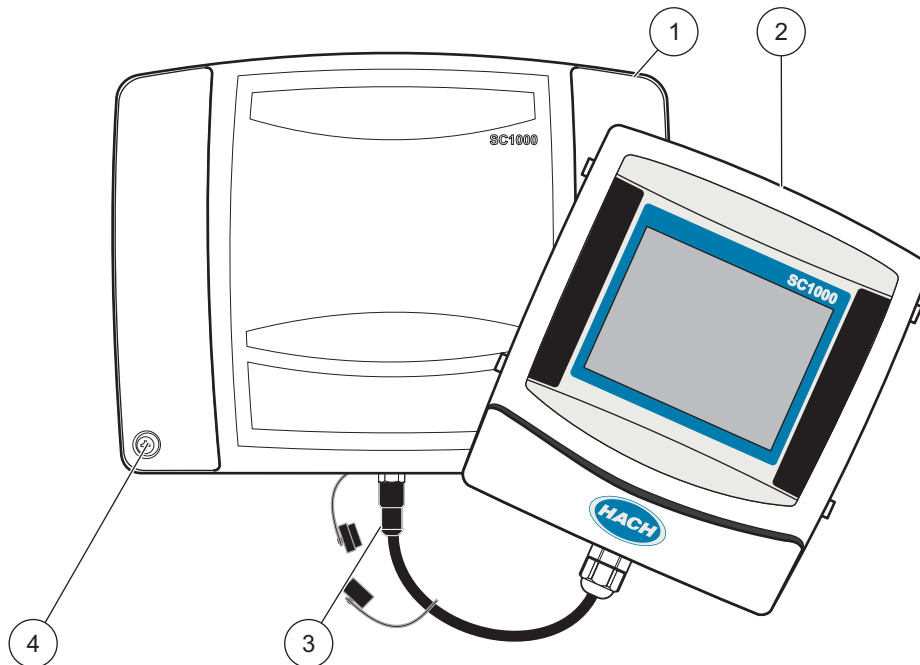

図 5 ディスプレイモジュールとプローブモジュール カバーの取り外し
何らかの配線作業を実行する前に、ディスプレイモジュールを取り外します (図 5)。
2. プロブモジュールからディスプレイモジュールを取り外します (図 5)。